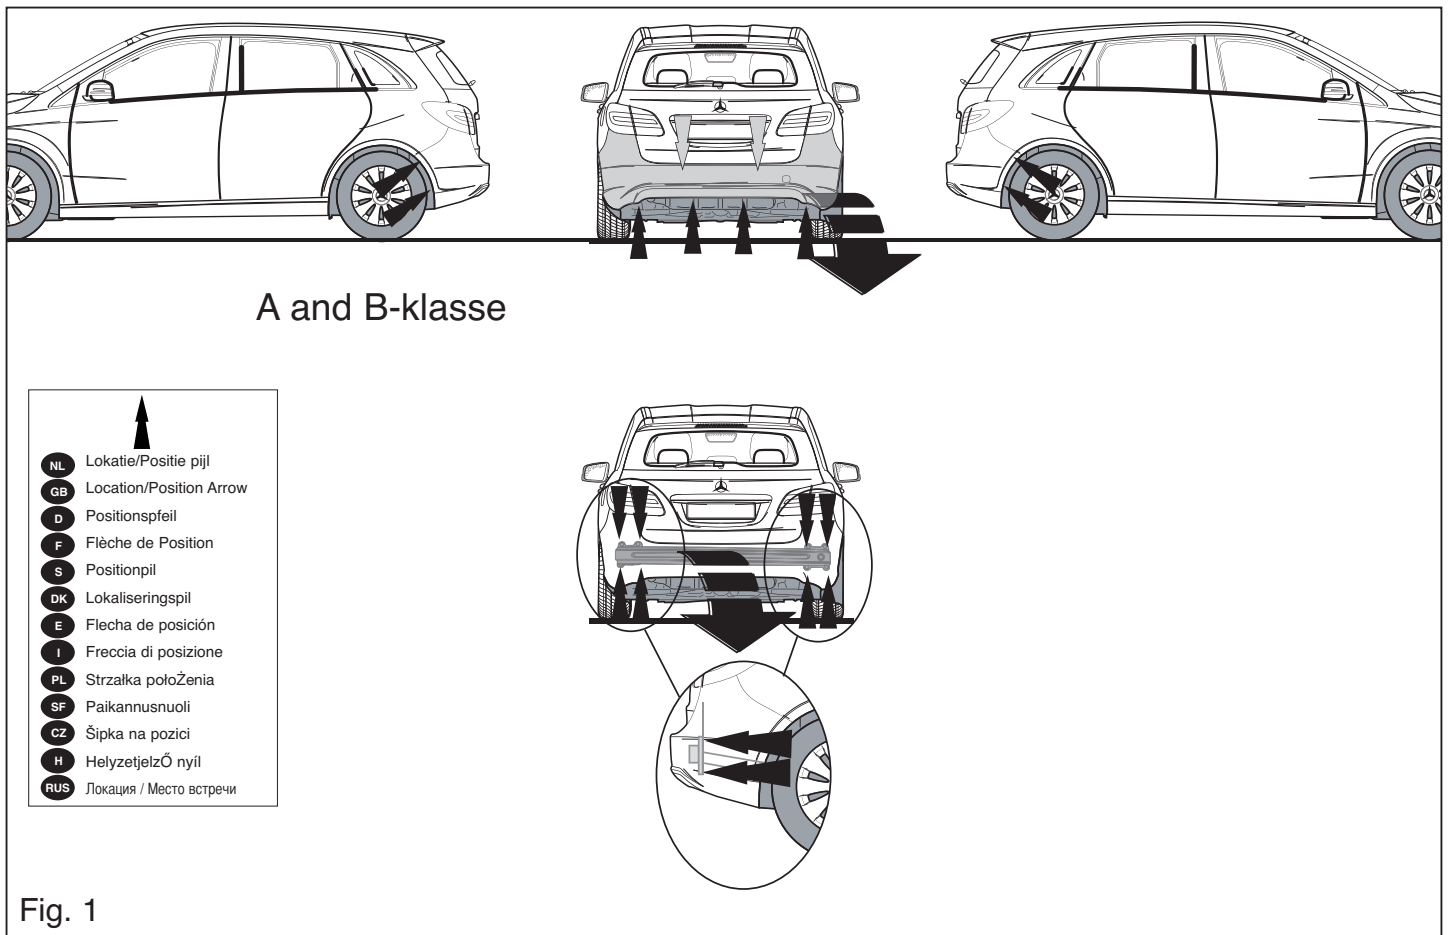

Fig. 1
1. Démontez le pare-chocs (voir la fig. 1).
4. Déposer la traverse en acier du véhicule ; la traverse ne sera plus utilisée (voir la fig. 1).
1. Demontera stötfångaren (se fig. 1).
4. Demontera stöttranden av stål från fordonet, stöttranden förfaller (se fig. 1).
1. Снять оба блока задних фар. Снять бампер (см. рис. 1а).
3. Снять бампер вместе со стальным брызговым брусом автомобиля; брызговые брызг больше не понадобятся (см. рис. 1а).
1. Demonter kofangeren (jævnfør fig. 1).
4. Demonter køretøjets stålsøjdebjælke. Denne bliver overflødig (jævnfør fig. 1).
1. Desmontar el parachoques (véase la fig. 1).